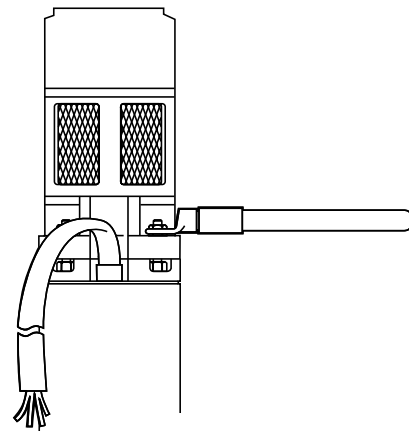

fig. 4
- **Visser les boulons de fixation diagonalement et si possible en utilisant une clé dynamométrique (fig. 4) avec valeur 18Nm.**